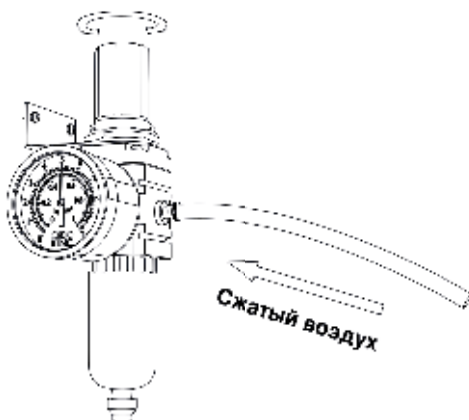

Рис. 7.2. Фильтр-регулятор аппарата воздушно-плазменной резки.
**Давление сжатого воздуха должно быть постоянным и не должно быть ниже 0,5 мПа (см. рис. 7.2). При работе на низком давлении сжатого воздуха срок службы плазматрона сокращается.**